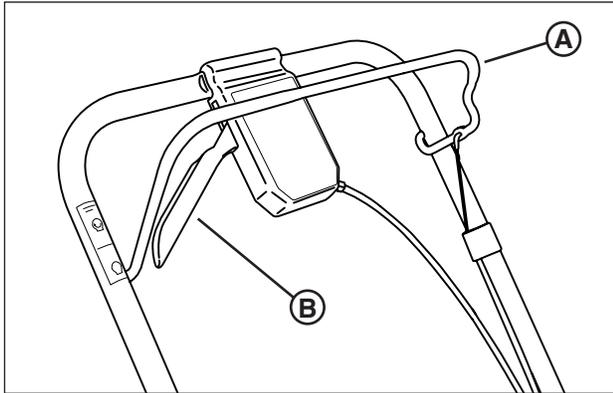

Figure 1: Commandes de tondeuse
2. Vérifiez le contrôle de lame (**A, Figure 1**) ainsi que la commande d'entraînement (**B**) pour vous assurer qu'elles fonctionnent librement.